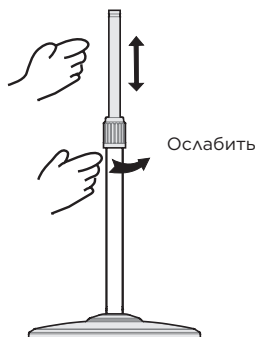

Рис.3
- 3** Ослабьте фиксатор раздвигания стойки, выдвиньте внутреннюю часть стойки на необходимую длину и затяните фиксатор. (Выдвижная часть стойки находится внутри внешней) (Рис. 3)